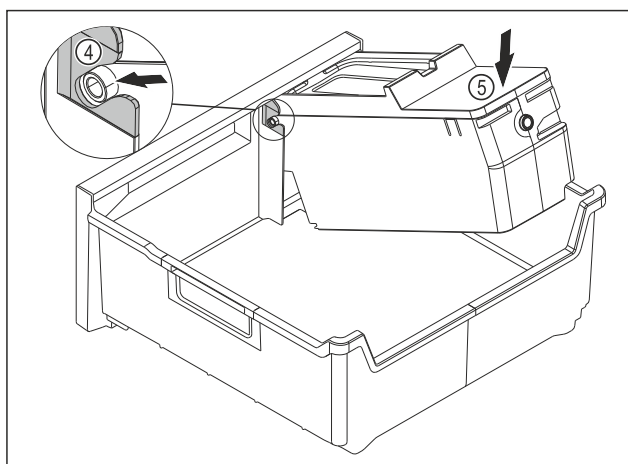

Fig. 86
- ▶ Montați corpul EasyTwist-Ice: Inșerați axele corpului EasyTwist-Ice în ghidaje Fig. 86 (4).
- ▶ Apăsați corpul EasyTwist-Ice Fig. 86 (5) în spate în jos.